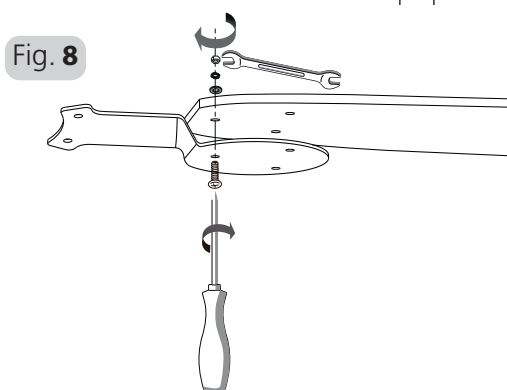

Fig. 8
5. Montieren Sie die Flügelclips an den Flügeln, indem Sie die Schrauben, Unterlegscheiben, Federscheiben und Muttern zusammen festziehen. Vergewissern Sie sich, dass alle drei Schrauben an den Flügeln festgezogen sind. Siehe Abb. 8.
5. Assemble blade clips onto the blades by tightening the screws, flat washer, spring washers and nuts together. Ensure all three screws tighten each blade. Refer Fig. 8.
5. Montez les clips des pales sur les pales en serrant les vis, les rondelles plates, les rondelles élastiques et les écrous. Vérifiez que les trois vis fixent bien chacune des pales. Voir Figure 8.
5. Montare gli elementi di fissaggio delle pale sulle pale serrando le viti, le rondelle piane, le rondelle elastiche e i dadi. Assicurarsi che ogni pala venga fissata con tutte e tre le viti. Vedere fig. 8.
5. Monteer de bladclips op de bladen door de schroeven, de platte sluitring, de veerringen en de moeren samen vast te draaien. Zorg ervoor dat elk blad door alle drie de schroeven op zijn plaats wordt gehouden. Zie Fig. 8.
5. Monte os cliques das pás nas pás ao apertar os parafusos, anilhas planas, anilhas de mola e porcas em conjunto. Assegure-se que todos os três parafusos apertam cada uma das pás. Consulte a Fig. 8.
5. Установите зажимы лопастей на лопасти, затянув винты, плоскую шайбу, пружинные шайбы и гайки. Убедитесь, что каждая из лопастей затянута тремя винтами. См. рис. 8.
5. Zamontować zaciski łopatek na łopatkach, dokręcając śruby wraz z podkładką płaską, podkładkami sprężystymi i nakrętkami. Należy upewnić się, że każda z łopatek jest mocno przykręcona za pomocą wszystkich trzech śrub. Patrz rys. 8.